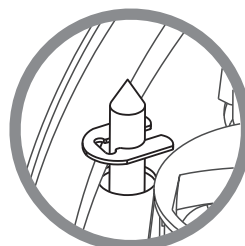

Bild 2. Skruv med låsbricka i frontplåt.
- Skruvarna är fästa med låsbricka i frontplåten och ska endast lossas, **ej avlägsnas** ur fronten under montaget, **Bild 2**.
2) Lossa övriga skruvar och fäll försiktigt ner fronten i riktning mot stosen och låt den hänga kvar i säkerhetslinorna som då utgör 'gångjärn' i bakkant vid inlopp, se även bild 2.